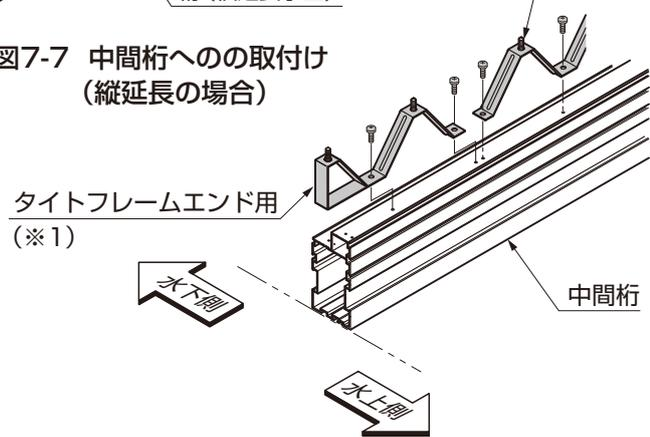

図7-9 中間桁への取付け (縦横延長の場合)
- 縦横延長の場合は、中間桁にもタイトフレームを取付けてください。(図7-9参照)